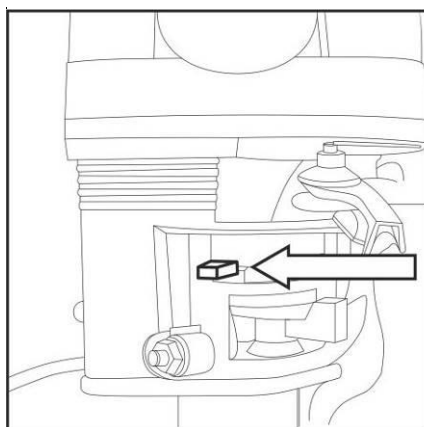

Рис. 13
2. Закройте воздушную заслонку. Для этого рычаг (Рис. 13) установите в крайнее левое положение.
8. По мере прогрева двигателя открывайте воздушную заслонку (рис. 13). Прогрев двигателя на холостых оборотах в зависимости от температуры окружающей среды занимает от 1 до 3 минут.